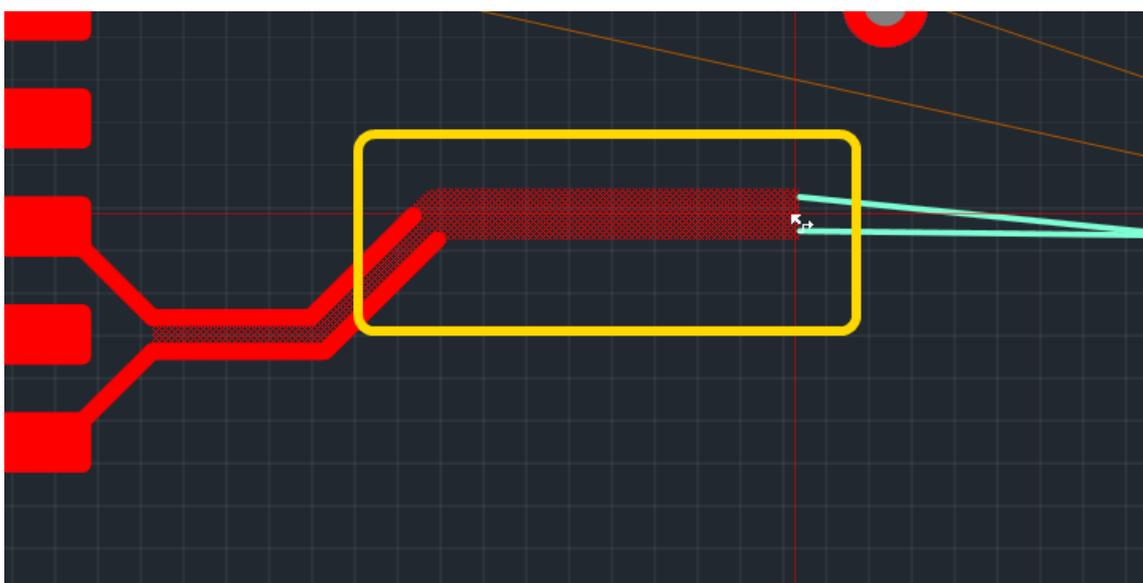

Рис. 87. Зафиксированный участок диффпары и возможный вид следующего участка
2. Нажимается левая кнопка мыши и демонстрируемый участок фиксируется, см. Рис. 87. При этом сразу начинает трассироваться новый участок.